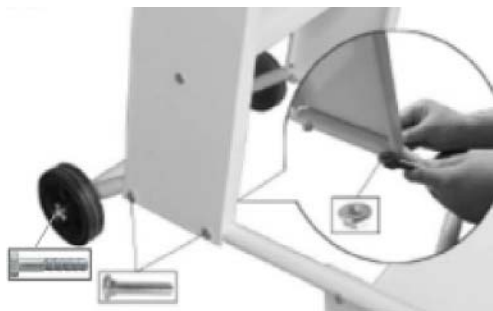

Fig. 4 : Montage des roues et plaques latérales
2. Fixez les roues et les deux plaques latérales sous le châssis avec les boulons M8x40 et les écrous (fig. 4).